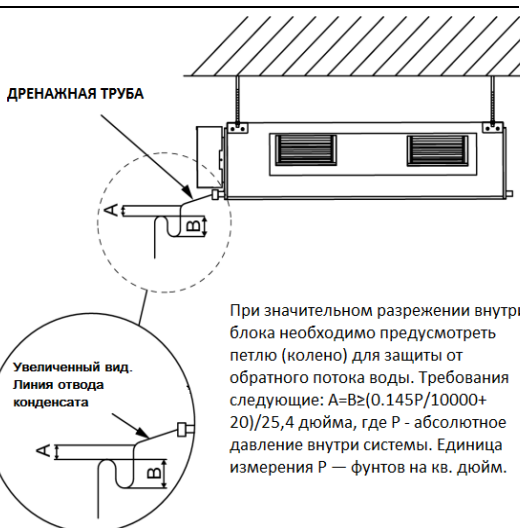

Рис. 4.23
- (4) Если невозможно обеспечить достаточный уклон дренажной линии от блока к общей магистрали, следует предусмотреть отдельный стояк.
- (5) Если поток воздуха из внутреннего блока очень большой, это может привести к появлению разрежения в корпусе блока и подсосу воздуха извне в результате. В такой ситуации следует установить U-образный сифон (гидрозатвор) стороне дренажа каждого внутреннего блока подключенного к общей магистрали. (Рис. 4.23)
- (6) Установите отдельный сифон для каждого блока. Сифон необходимо периодически очищать.